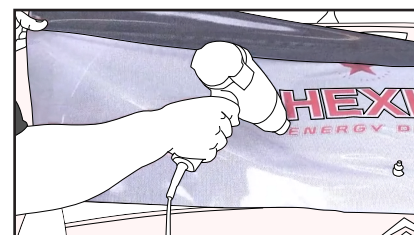

Figure 15
- › Chauffer légèrement le complexe pour pouvoir retendre un peu le vinyle. (FIG. 15)